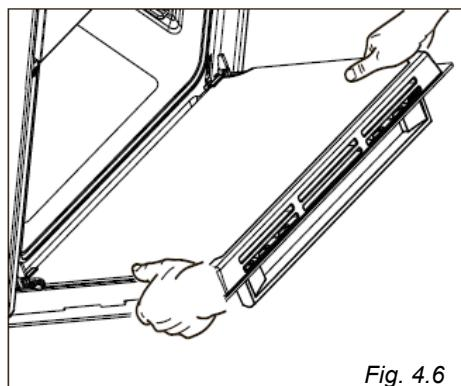

Fig. 4.6
- Segure a porta como mostra a fig. 4.6.